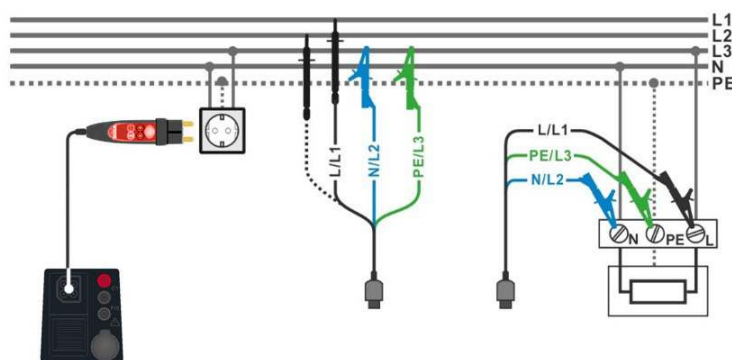

Abbildung 4.37: Messung der Leitungsimpedanz zwischen L-N oder L-L. Anschluss des Commander-Prüfsteckers und der 3-Leiter-Prüfleitung
- Schließen Sie die 3-Leiter-Prüfleitung oder den Commander-Prüfstecker am Prüfobjekt an, siehe **Abbildung 4.37**.